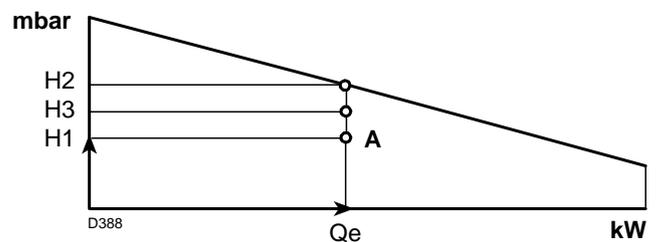

图 4
- 4 从点 A (图 4) 处垂直画一条线, 找到出力范围内的最大压力 “H2”。
- 如果 \bar{H}_3 大于 \bar{H}_1 (图 4), 则燃烧器能提供所需出力。